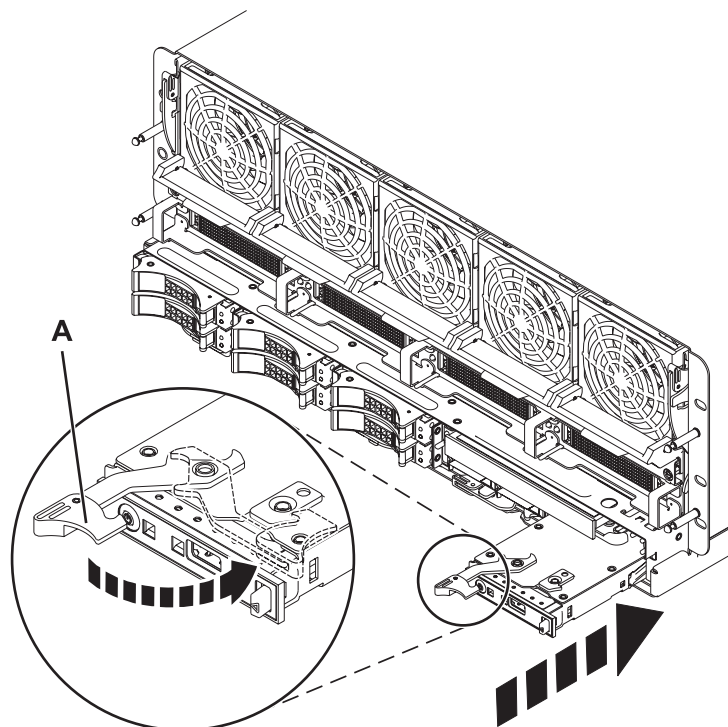

Figura 5. Instal·lació d'un tauler de control
4. Instal·leu el nou tauler de control, com es mostra a la Figura 5 a la pàgina 7.
- c. Moveu el braç de bloqueig (A) cap a la dreta i feu pressió sobre el pestell fins que encaixi al seu lloc, tal com es mostra a la il·lustració següent.